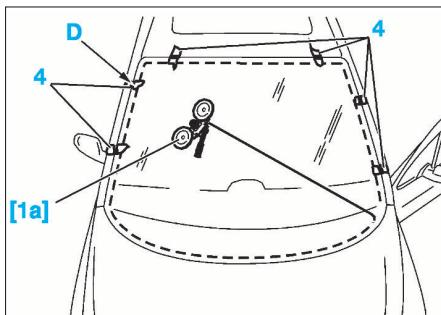

FIG. 74
- Dans le cas de la récupération du pare-brise, mettre des rubans adhésifs (4) qui serviront de témoin pour la repose, couper en (D) (Fig.74).
- Dans le cas du remplacement du pare-brise, centrer celui-ci et positionner des rubans adhésifs (4) qui serviront de témoin (Fig.74). Couper en (D).